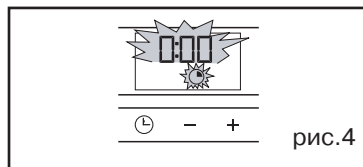

рис. 4
- индикатор времени приготовления и 0:00 начинают мигать (рис. 4),